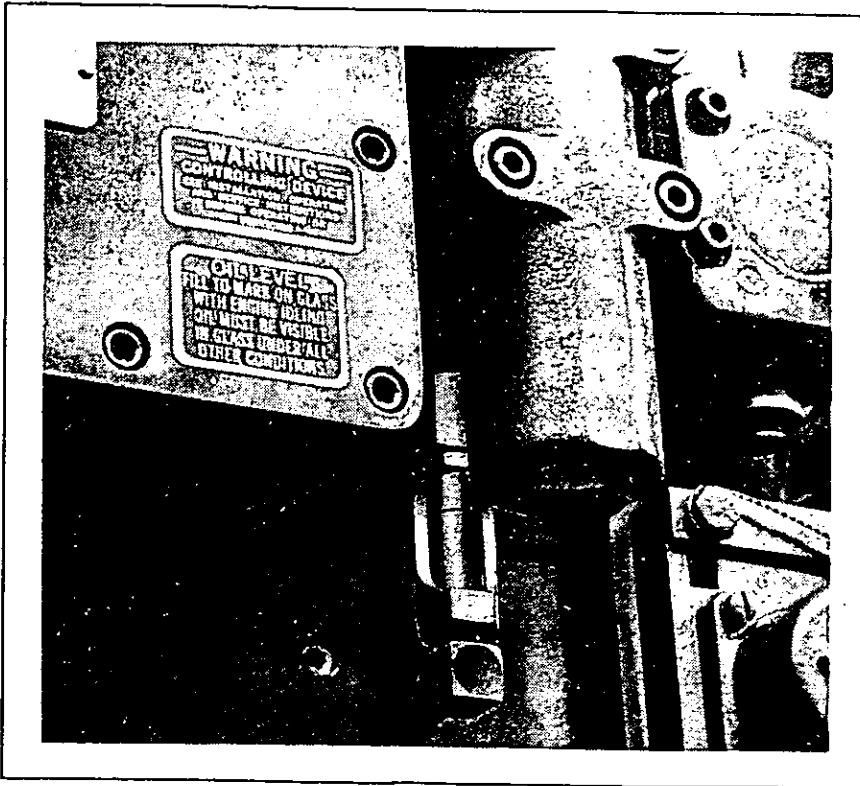

Figura 54. Indicador de nivel de aceite del gobernador de control.
- Revise el nivel de aceite del gobernador de control con motor diesel holgando, observe en el indicador de cristal y si falta agregue aceite SAE 10W30. (ver figura 54).